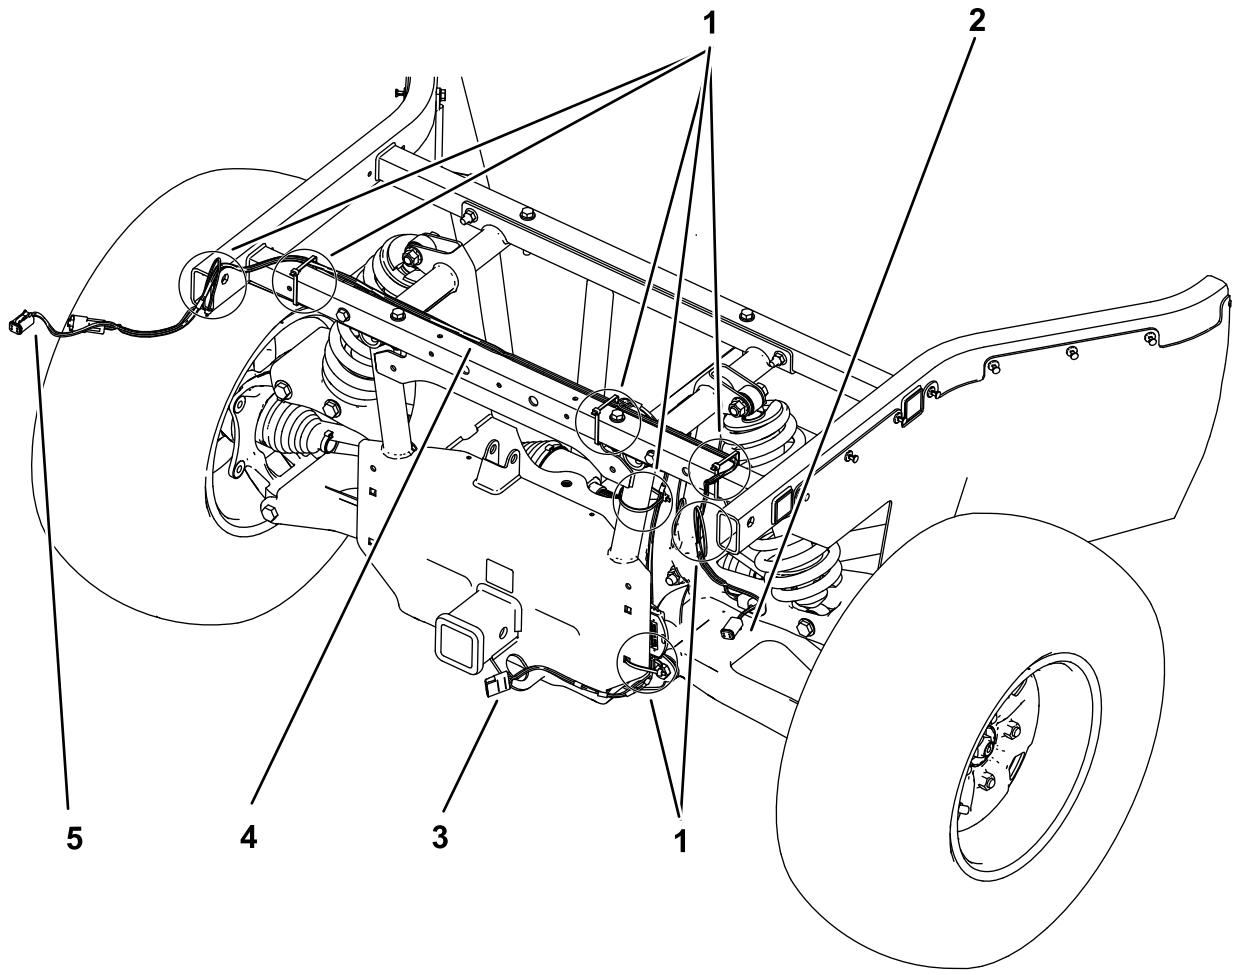

Bild 4
2. Trennen Sie die beiden Seiten des Kabelbaums und verlegen Sie sie jeweils entlang der Unterseite des hinteren Rahmenrohrs zu den Öffnungen in den seitlichen Rahmenschienen, wie in Bild 4 dargestellt.
6. Befestigen Sie den Anhängerscheinwerfer-Kabelbaum mit den sieben Kabelbindern am hinteren Rohr und am Hauptkabelbaum an den in Bild 4 abgebildeten Stellen.